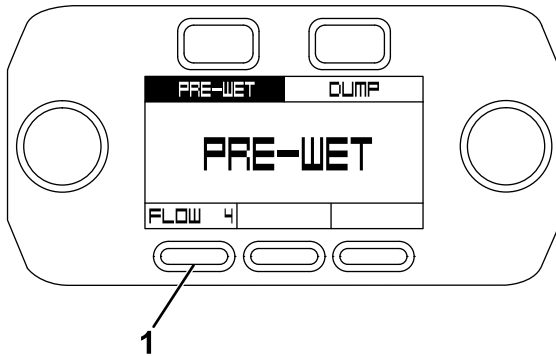

Figura 45
- En la pantalla de prehumectación, pulse el botón Flow (flujo) para cambiar entre las diferentes velocidades de flujo (Figura 45). Hay 4 velocidades: Flow 1 es la menor y Flow 4 la mayor.